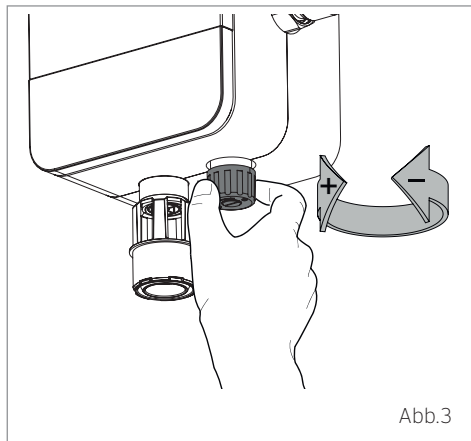

Abb.3
- Abb. 3: Fülldruck senken = Richtung Minus (-)